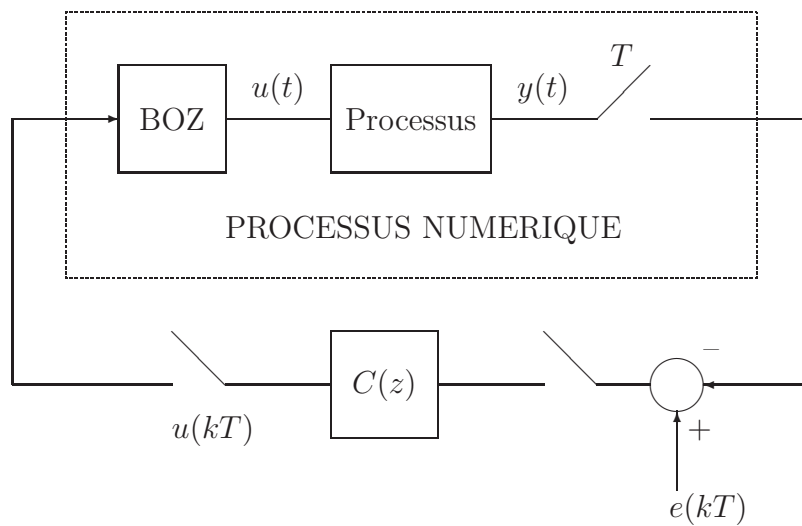

FIG. 4 – Processus continu dans une boucle numérique d’asservissement
- 2.3)** Donner la fonction de transfert en z du processus numérique équivalent au processus continu $G(p)$ muni de son BOZ et échantillonné à la période T (cf. Figure 4).